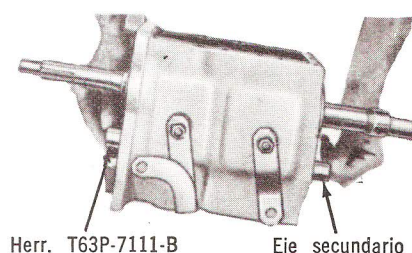

Fig. 6—Remoción del Eje Secundario.
6. Golpee ligeramente el contraeje por la parte posterior de la caja con la herramienta (eje simulado) que se ilustra en la Fig. 6 para sacar el tapón de expansión del orificio del contraeje en el frente de la caja.